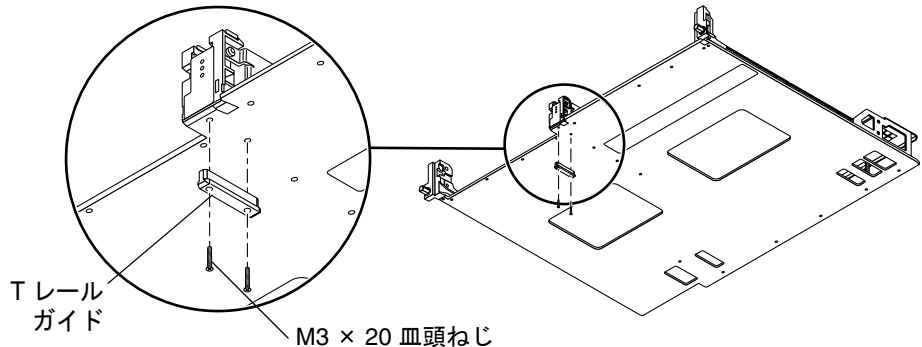

図 10-3 T レールガイドの取り外し
- 新しいキャリアプレートの、T レールガイドをセンターガイド留め具に固定している 2 本の M3×20 皿頭ねじを外します。T レールガイドおよびねじは廃棄します (図 10-3)。